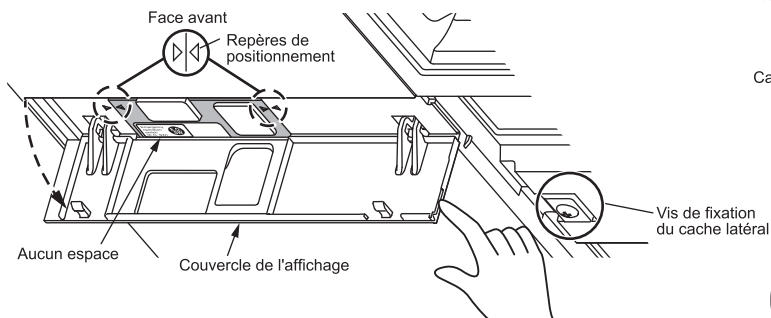

Fig. 9
- Ouvrez le couvercle de l'affichage et vérifiez que les repères de positionnement sont correctement alignés. (Fig. 9)
- Vérifiez qu'il n'y a pas d'espace entre l'interrupteur de secours (E.O.SW) et le cache latéral. (Fig. 9)
11. Fixez les caches latéraux G/D à l'aide des vis de fixation déposées à l'étape 2. (Fig. 9)